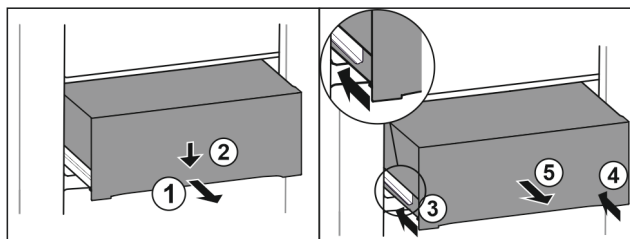

Fig. 104
- ▶ 将抽屉拉出一半。 Fig. 104 (1)
- ▶ 朝下按压正面的抽屉。 Fig. 104 (2)
- ▶ 将左侧轨道推入大约 2 cm。 Fig. 104 (3)
- ▶ 将右侧轨道推入大约 2 cm。 Fig. 104 (4)
- ▶ 朝前取出抽屉。 Fig. 104 (5)